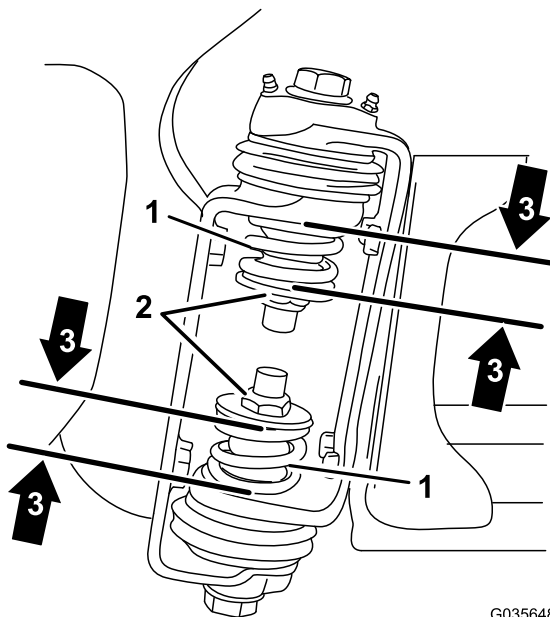

図 5
3. ブームが開いた状態で、ブーム蝶番の部分で上部スプリングと下部スプリングの圧縮状態の長さを測定する(図 5)。